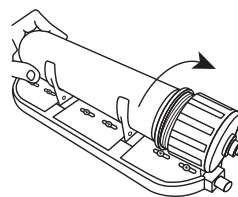

Рис. 20
5.8.6. Закрутите крышку корпуса мембраны (Рис. 20).